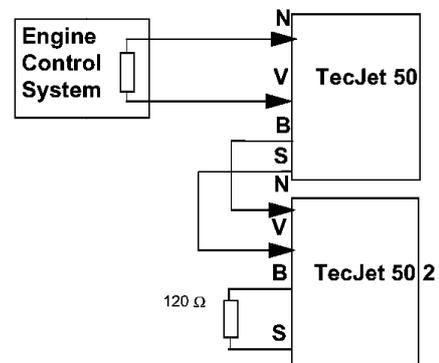

Figura 2.6 Varios TecJet 50
**IMPORTANTE** El resistencia de terminación debe conectarse siempre a través de las patillas B y S del último sistema TecJet 50 en las aplicaciones que usen varios TecJet 50. Para más detalles, consulte la Figura 2-6.